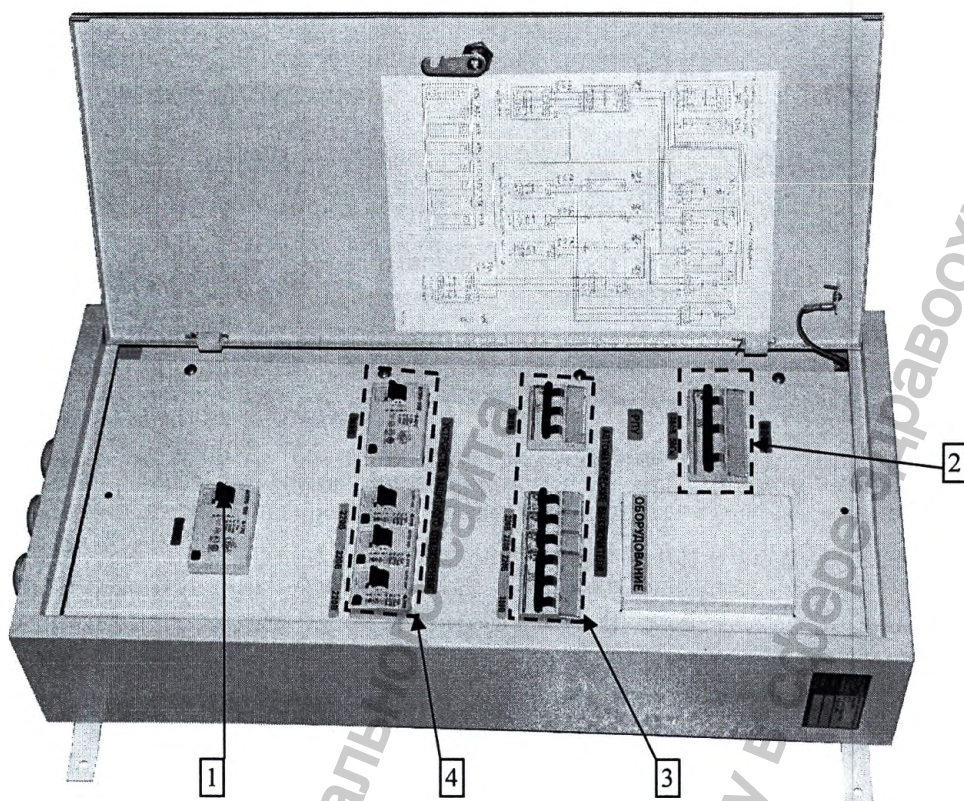

Рисунок 5.1 – Шкаф питания и защиты АФЦ2-3000-04 (с открытой дверцей)
1. **Включите электропитание составных частей комплекса.** Поддача/отключение питания на РПУ осуществляется установкой выключателя (см. Рисунок 5.1, поз.1) в положение «I» либо «O» соответственно.